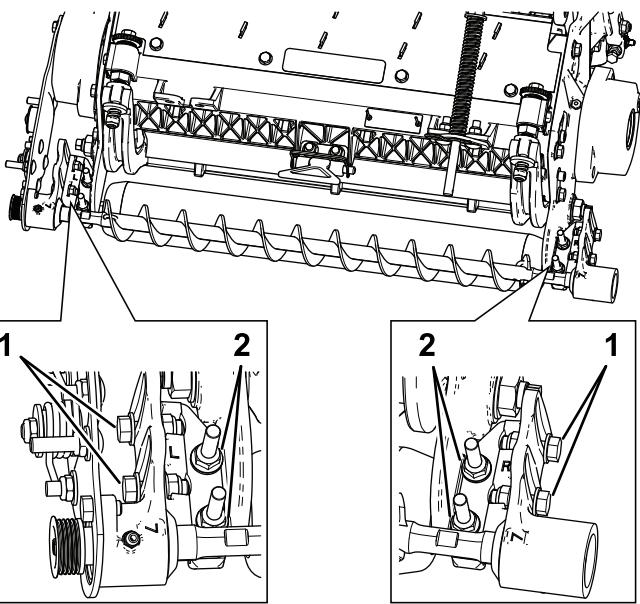

図 11
- ローラブラシ取り付けブラケットをカッティングユニットのサイドプレートに固定しているフランジナット2個をゆるめる図 11。
- ブラシプレートがカッティングユニットユニットのサイドプレートに平行になるまでローラブラシベアリングハウジングを回転させる図 11。
- ローラブラシ取り付けブラケットをカッティングユニットのサイドプレートに固定しているフランジナット2個を締め込む図 11。
- 各ローラブラシベアリングハウジングをローラブラシ取り付けブラケットに固定しているボルト2本をゆるめる図 11。